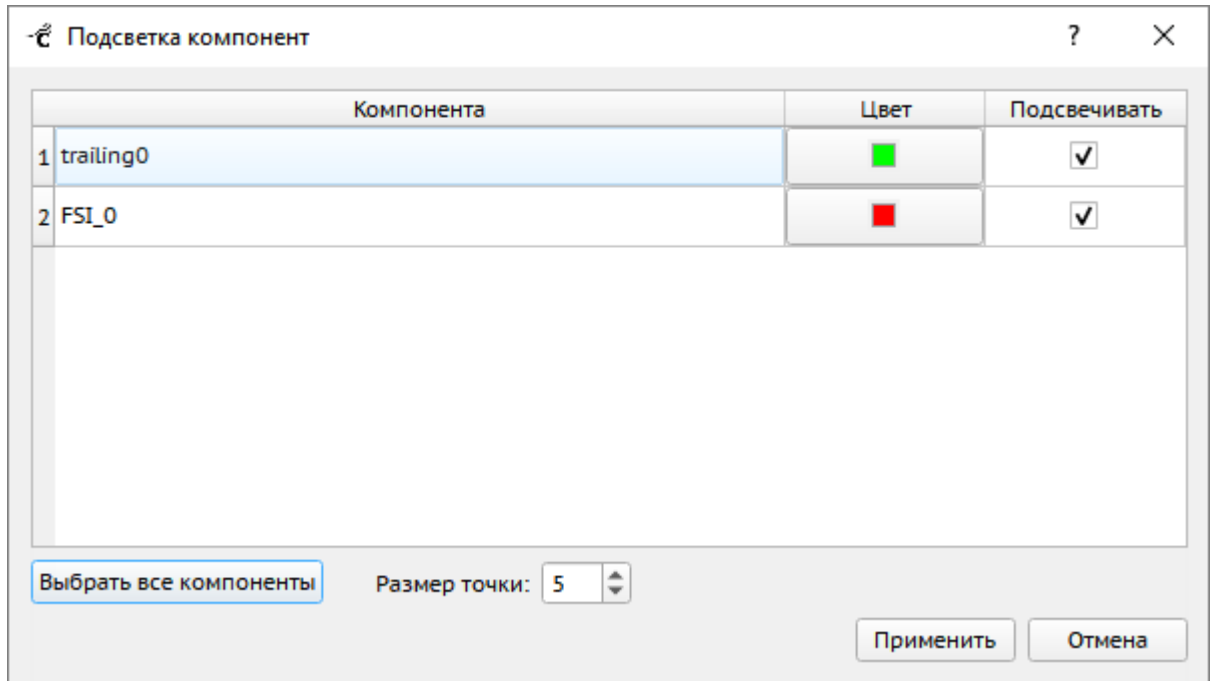

Рисунок 426 – Блок «Настройка сетки сечения лопасти». Окно настройки подсветки точек поверхности
– флажок «Подсветить точки поверхности» – включает / отключает цветовую подсветку точек на изображении модели. При установке флажка открывается окно настроек подсветки, где можно настроить цвет и отображение подсветки для каждой компоненты (Рисунок 426):